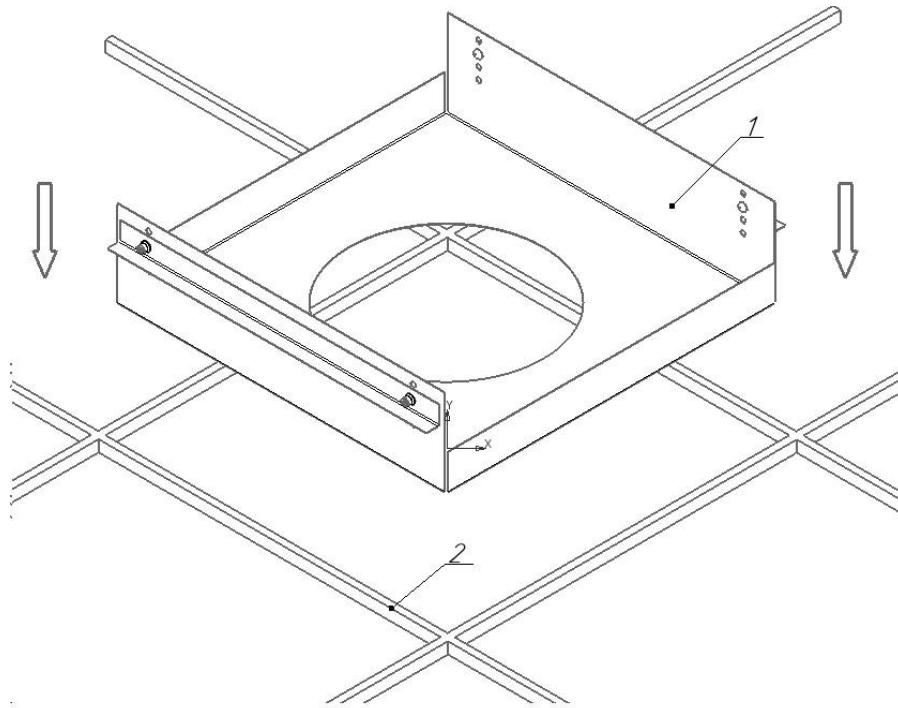

Рисунок 6 - Схема установки светильника в потолок Грильято
5.3.2 Установите крепление DL/GR в потолок Грильято (см. рисунок 6).
5.8.2 Установите крепление DL/GR в потолок Грильято (см. рисунок 6).